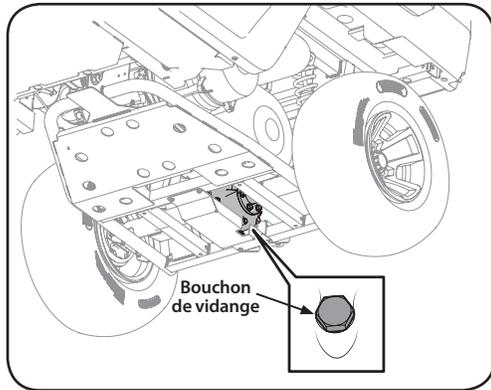

Figure 6-6
4. Accédez au bouchon de vidange sous le véhicule, puis retirez le bouchon. Voir Figure 6-6.